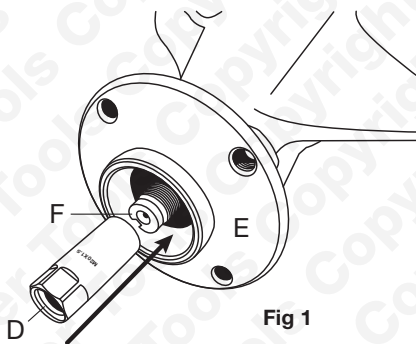

Fig 1
- Avvitare l'adattatore D corretto (vedere l'elenco) sull'estremità filettata dell'albero di trasmissione. (Fig 1)